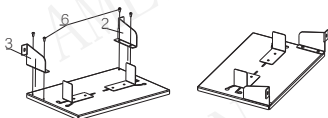

图3
(3)将序号2托盘左侧固定板、3托盘右侧固定板用序号6螺丝 (M5x10) 固定在上一步安装好的托盘底板，如下图3。